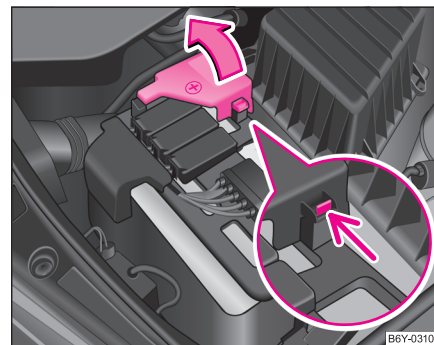

Fig. 148 Bateria: Rabatarea capacului
- Desfaceți elementele de fixare de pe partea polului plus al bateriei ⇒ fig. 148.